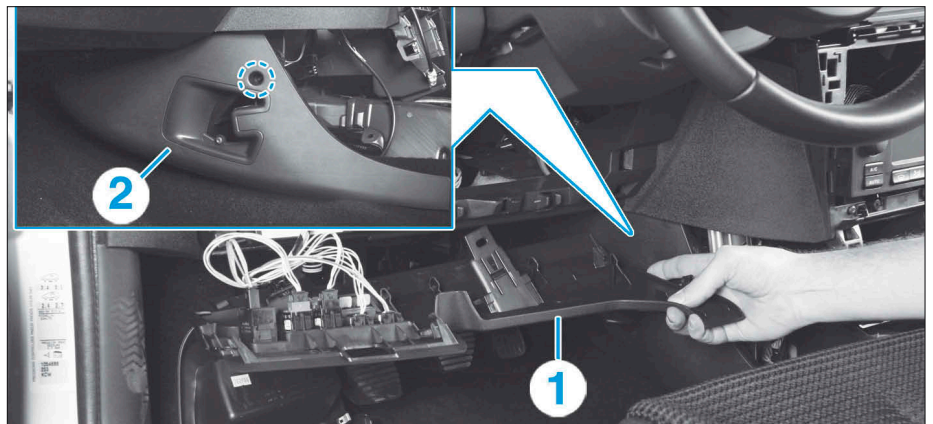

FIG. 13
- Déposer les garnitures (1) et (2) côté conducteur (Fig.13).